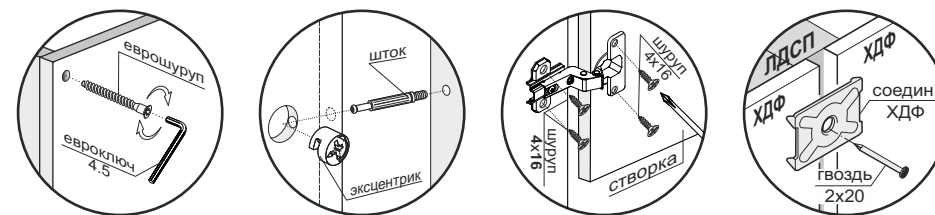

Рис.1
1. К цоколям (8) и боковинам (1) прибить подпятники (рис.1).
2. К поперечинам (2) прикрутить направляющие винтами-потай 6,3x13 (рис.1).
3. С помощью шкантов и еврошурупов соединить сначала планки (7) с поперечинами (2) (верхняя планка (7) крепится только еврошурупами в нижние отверстия), затем планки (6) с боковинами (1). К поперечинам (2) планки (6) крепить только шкантами в верхние отверстия.
4. Еврошурупами соединить боковины (1), поперечины (2), стяжки (4,5) и цоколи (8) (рис.1).
5. На собранную часть изделия установить крышу (3), используя шканты и эксцентрики.
- Чтобы планка (7) не вращалась необходимо крепить ее к крыше (3) уголком 20x20 и шурупами 4x16 (рис.1).
6. Замерить диагонали секции (они должны быть равны: +/- 2 мм) и прибить гвоздями 2x20 заднюю стенку, состоящую из ХДФ (11,12) и соединителей ХДФ (рис.1).
7. Установить изделие на постоянное место. Шурупами 4x16 прикрутить уголок 20x20 к крыше (3) и через ХДФ (12) закрепить к стене (рис.1). **Так как материалы стен различаются, крепеж для фиксации к стене не прилагается. Для выбора подходящего крепежа обратитесь в специализированный магазин.**
8. **Только после окончательной сборки** навесить створки (14) на короб комода, используя петли и шурупы 4x16 (рис.1). Отрегулировать петли.